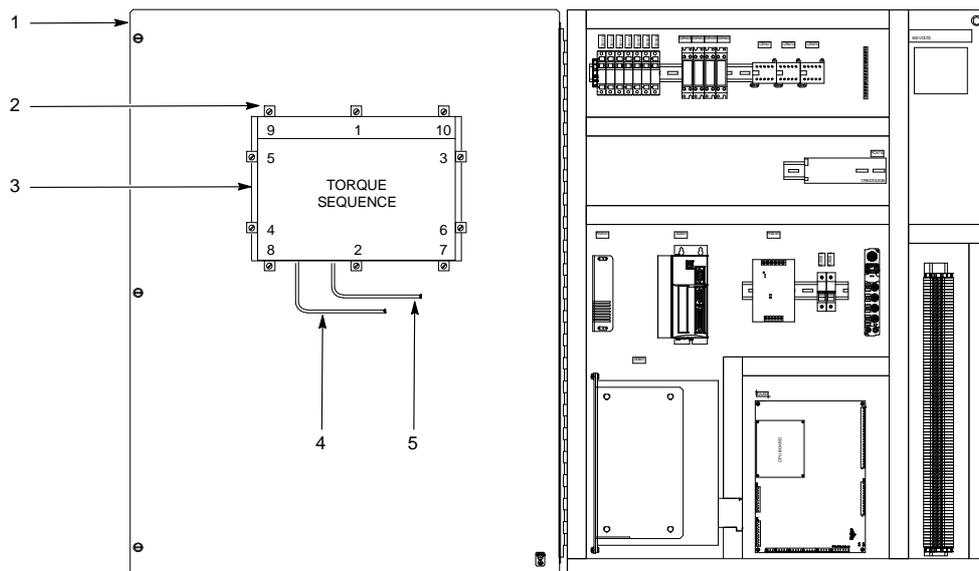

Abb. 5 Benutzerschnittstelle und PCA ersetzen
2. Siehe Abb. 5. Die Gehäusetür (1) öffnen.
3. Wechselstromkabel (4) und serielles Kabel (5) von der Benutzerschnittstelle (3) abnehmen.
4. Die Befestigungsclips (2) abnehmen, mit denen die Benutzerschnittstelle an der Gehäusetür angebracht ist. Die Benutzerschnittstelle von der Gehäusetür abnehmen.
6. Die neue Benutzerschnittstelle in der Gehäusetür (1) installieren.
7. Die Befestigungsclips (2) installieren. Nach der Anzugsfolge in Abb. 5 die Befestigungsclips mit 10 in.-lb (1,1 N-m) anziehen. Um den Touchscreen nicht zu verbiegen, die Clips nicht zu fest anziehen.
8. Wechselstromkabel (4) und serielles Kabel (5) an die Benutzerschnittstelle anschließen. Darauf achten, das serielle Kabel an dem Com-Anschluss zu installieren, von dem es abgenommen wurde.
9. Gehäusetür (1) schließen.
2. Siehe Abb. 5. Die Gehäusetür öffnen.